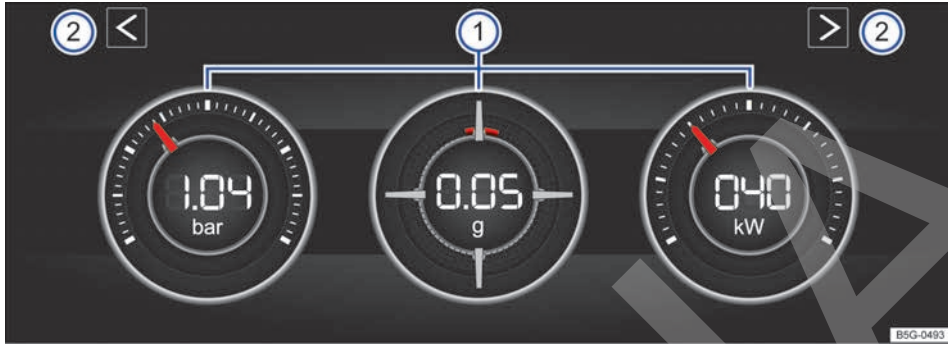
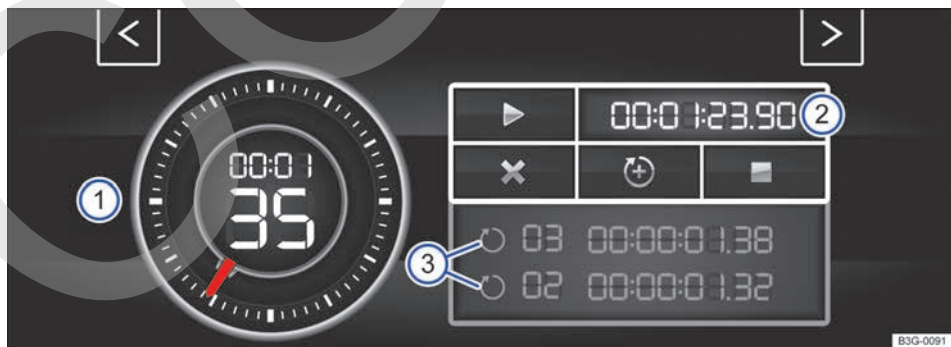
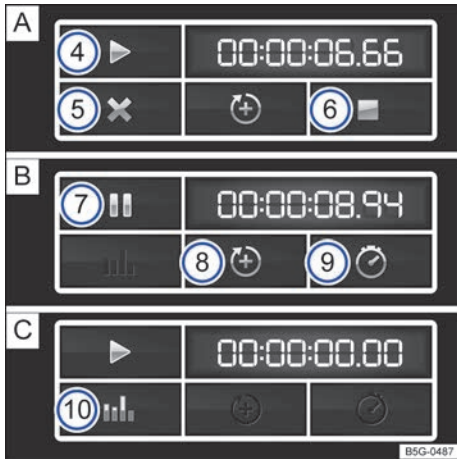

Fig. 30 En la pantalla del sistema de infotainment: monitor de potencia.
Fig. 31 En la pantalla del sistema de infotainment: cronómetro, botones de función y tiempos de las vueltas. ▶
Fig. 32 Botones de función en la pantalla del sistema de infotainment: cronometraje en caso de una vuelta **A** detenida, **B** en curso y **C** finalizada.
La pantalla puede mostrar simultáneamente tres instrumentos como máximo. Todos los instrumentos se pueden seleccionar indistintamente para cualquier área de visualización → fig. 30 ① (izquierda, central y derecha).
Legenda de la fig. 30
Si desea cambiar entre el monitor de potencia y el cronómetro → pág. 43, pulse sobre una de las flechas que hay a la izquierda y a la derecha por encima de los instrumentos → fig. 30 ②.
- **Indicador de la presión de sobrealimentación:** Este indicador → fig. 30 ① (a la izquierda) muestra la presión en el tramo comprendido entre el turbocompresor y el motor (en la unidad "bar"). Cuanto más a la derecha se encuentre la aguja en la escala, mayor será la potencia que entrega el motor.
- **Medidor de la aceleración (acelerómetro):** El medidor de la aceleración (acelerómetro) → fig. 30 ① (en el centro) muestra en la zona central el valor de la aceleración (en la unidad "g"). La marca roja de la zona con forma reticular muestra la fuerza de la aceleración y la dirección de la fuerza que actúa (en dirección opuesta según las leyes físicas). Si, p. ej., se gira hacia la izquierda, la marca roja se mueve en la zona derecha del instrumento (y viceversa). ▶
- **Indicador de potencia:** El indicador de potencia → fig. 30 ① (a la derecha) muestra la potencia del motor solicitada en formato digital y en la escala circundante (en kW).
Leyenda de la → fig. 31 y → fig. 32
- En el monitor de potencia, pulse una de las flechas → fig. 30 ② para cambiar al cronómetro.
Con las flechas → fig. 30 ② y → fig. 31 puede cambiar en todo momento entre el cronómetro y el monitor de potencia.